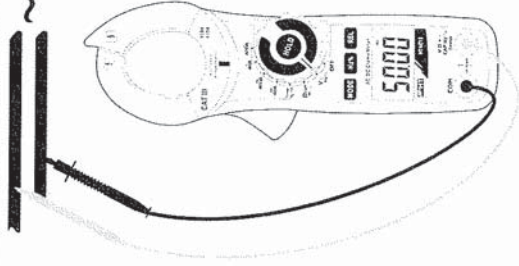

Fig. 4: Uso de la pinza per medidas de Frecuencia y Duty Cycle
3. Inserte el cable rojo en el terminal de entrada **VΩHz%** y el cable negro en el terminal de entrada **COM** (Fig. 4) para medida de frecuencia con puntas de prueba. El valor de la frecuencia (Hz) o del duty cycle (%) se muestra en pantalla.